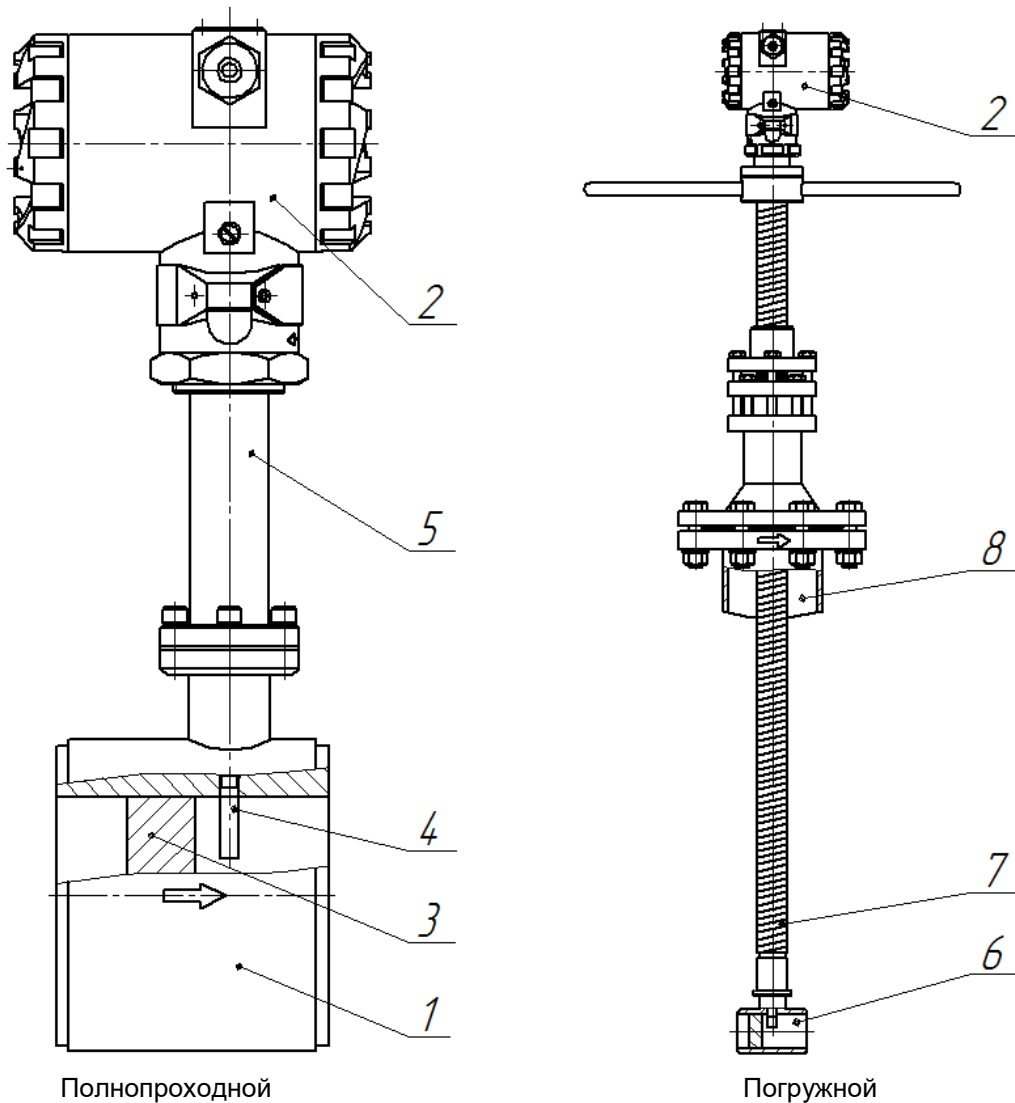

Рисунок 3.1 – Устройство расходомеров
Расходомеры по методу измерения подразделяются на полнопроходные (ЭВ-200) и погружные (ЭВ-205). Полнопроходной расходомер (см. **рисунок 3.1**) состоит из проточной части (1) и электронного блока (2). Проточная часть представляет собой полый цилиндр, в поперечном сечении
Погружной расходомер (см. **рисунок 3.1**) состоит из датчика (6), штанги (7), приварного патрубка (8) и электронного блока (2). Датчик конструктивно выполнен как проточный вихревой расходомер и измеряет скорость потока в одной точке.